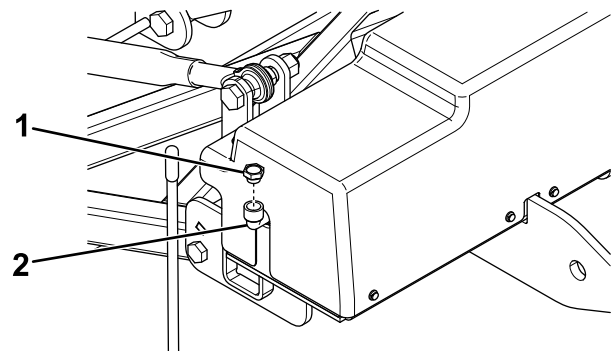

Bild 24
2. Reinigen Sie den Bereich um den Fülldeckel (Bild 24).
3. Nehmen Sie den Fülldeckel vom Hydraulikbehälter ab (Bild 24).